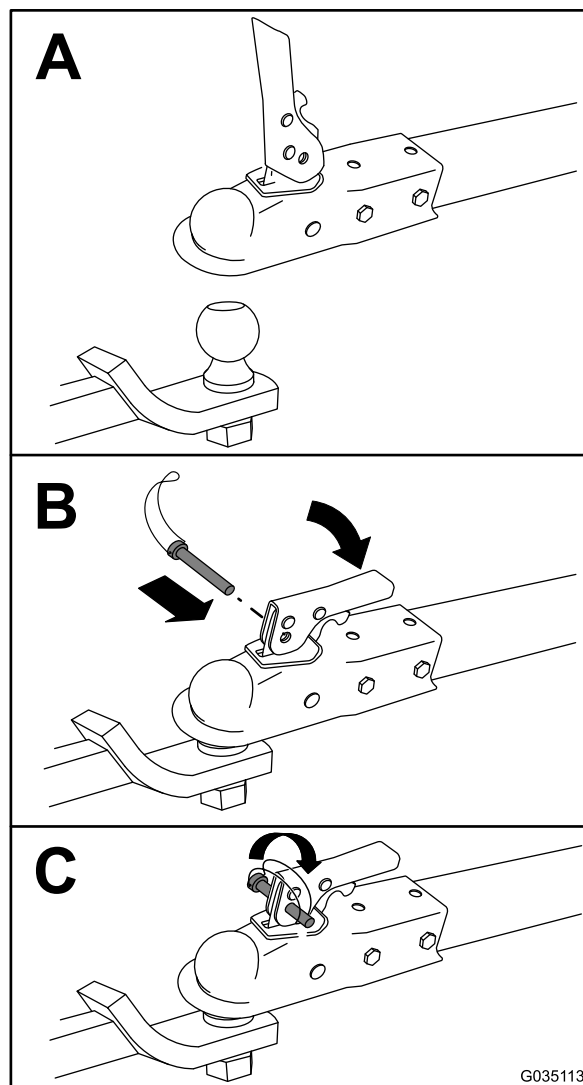

Figure 16
3. Attalez la machine comme montré à la Figure 16.